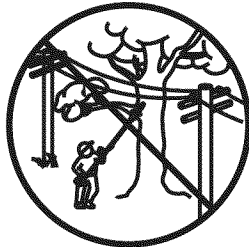

Fig. 6
16. No utilice su motosierra telescópica cerca de cables, cables electricos, o líneas telefónicas. Mantenga una mínima distancia de 3 metros (10 pies) de cualquier cable eléctrico (Fig. 6).